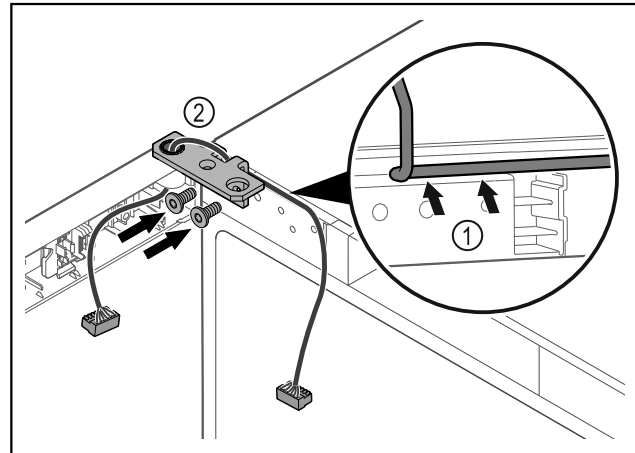

Fig. 41
- ▶ Läg kabeln genom gångjärnsfästets urtag och dra den försiktigt Fig. 41 (1).
- ▶ Skruva fast gångjärnsfästet Fig. 41 (2).